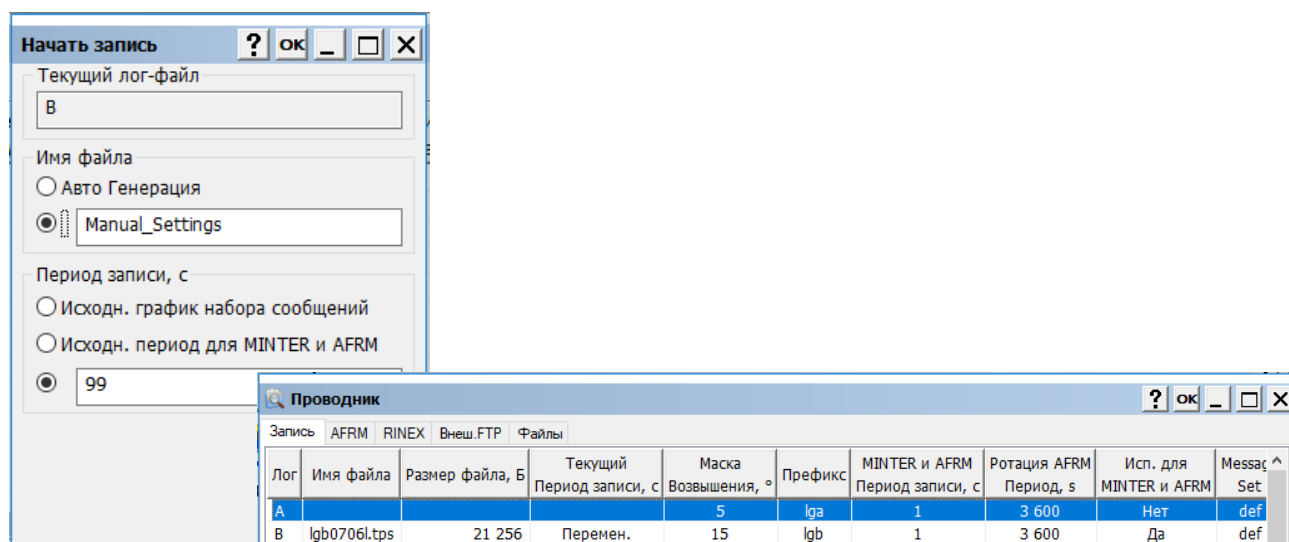

Рисунок 7-5: Начало записи файла с произвольными настройками
- Кликните **ОК** для начала записи файла с введенными параметрами. Текущий файл записи отобразится в закладке **Запись** (Рисунок 7-5).